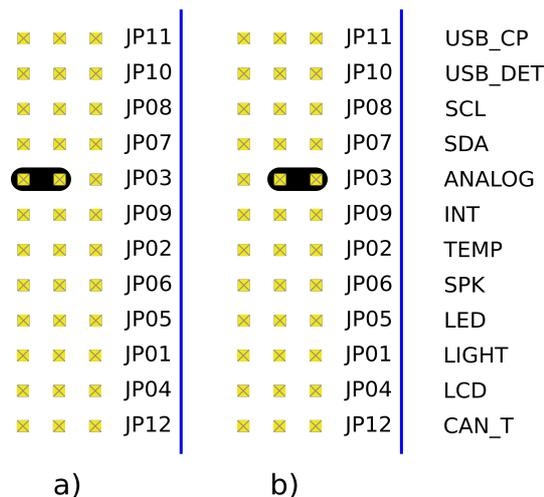

Figura 25: Impostazioni Jumper JP6. a) Cicalino ON, b) Cicalino OFF.
- Il cicalino è una periferica molto semplice ma funzionale che aggiunge la possibilità al sistema di dare risposte per mezzo di beep. Il tipo di cicalino utilizzato ha al suo interno tutta la circuiteria necessaria per emettere la nota musicale. Per questa ragione basta porre il pin RC0 ad 1 per avere il beep. Per interrompere il beep basta porre RC0 nuovamente a 0. Per non interferire con il connettore EX1, qualora si voglia utilizzare RC0 per altre funzioni, è possibile disattivare la periferica per mezzo del Jumper JP6 (SPK). Il cicalino risulta attivo se il Jumper è posizionato come in Figura 25 a) mentre risulta disattivo se posizionato come Figura 25 b)